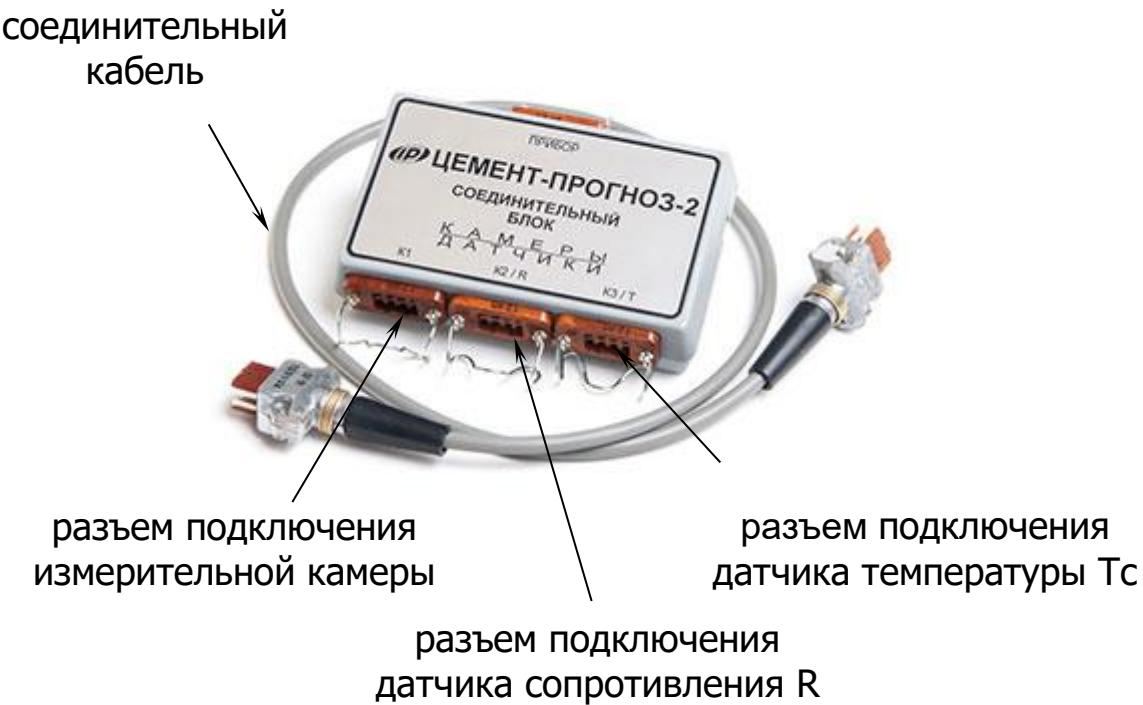

Рисунок 2 – Соединительный блок
*Одна измерительная камера подключается непосредственно к электронному блоку, при наличии двух или трех камер подключение осуществляется через соединительный блок (рисунок 2).*